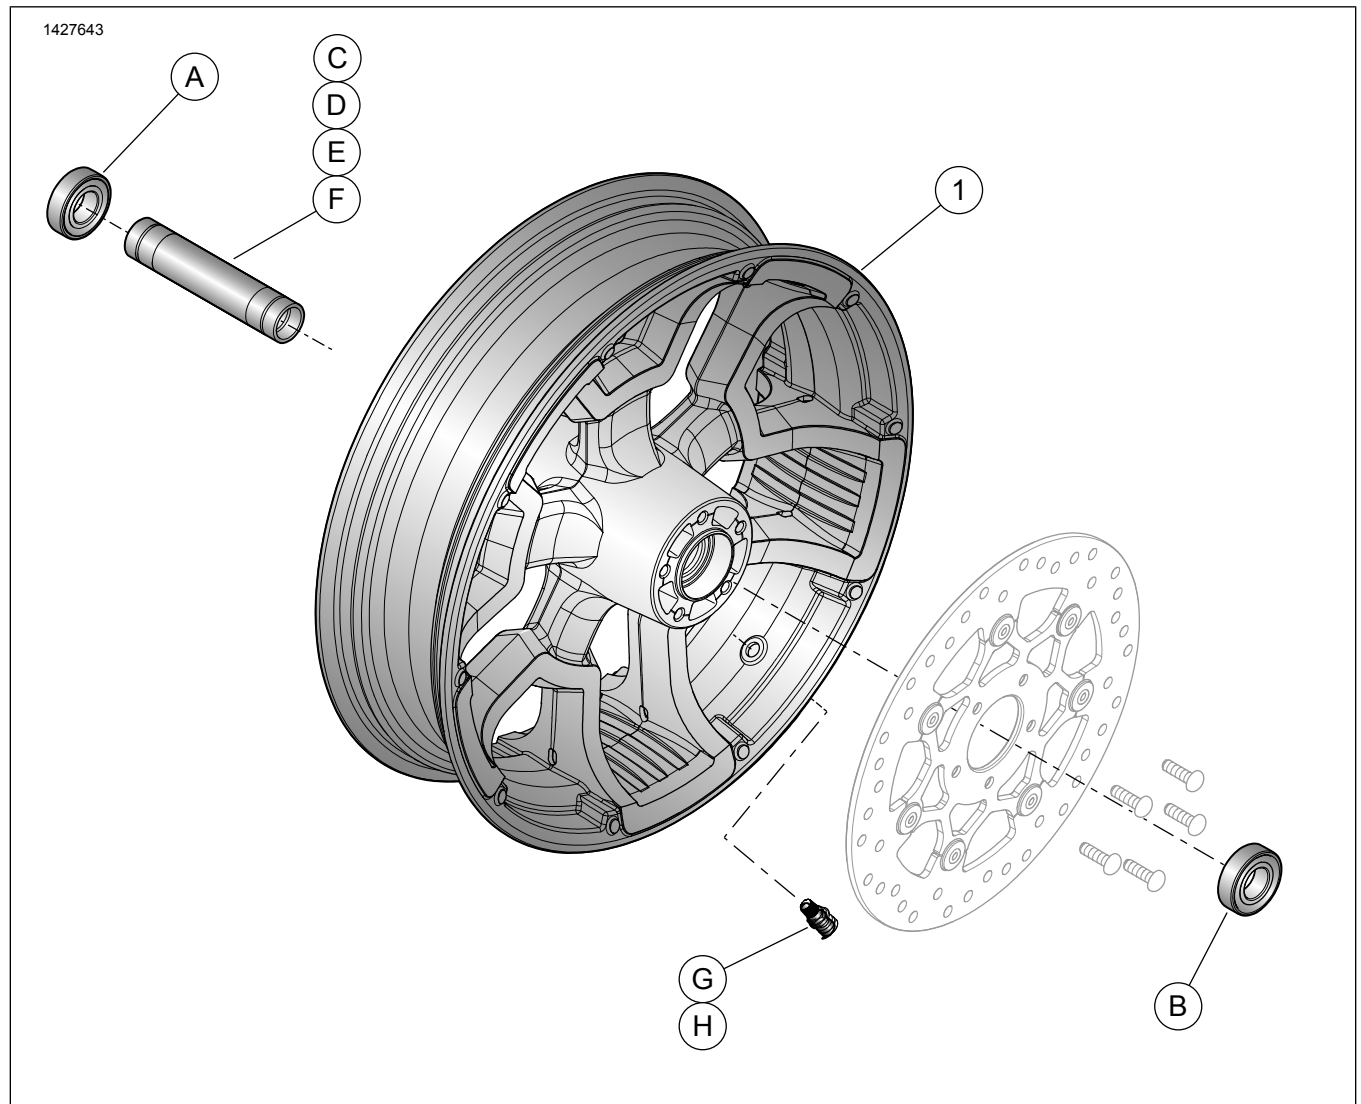

图2。维修零件：前轮套件
此套件仅包括一个定制车轮。参见图2和表3了解套件内容。
2. 参见图2。在车轮上安装阀杆组件。参见维修手册。